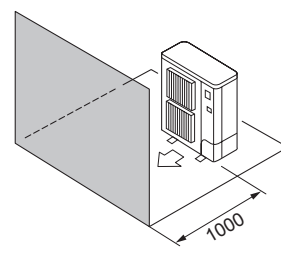

Fig. 2-9
- ④ Překážky pouze vpředu (Fig. 2-9)